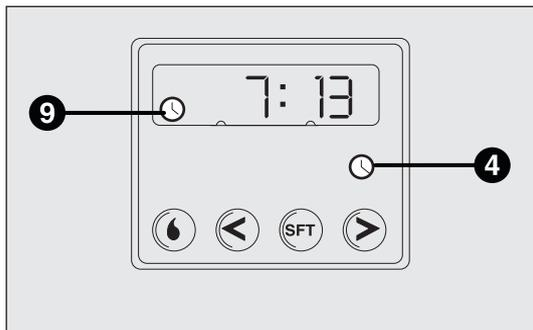

Abb. 57
- Die Taste 4 drücken: das Display und die Kontrollleuchte 9-Abb. 57 werden eingeschaltet;
Ablesen der aktuellen Uhrzeit – Abb. 57